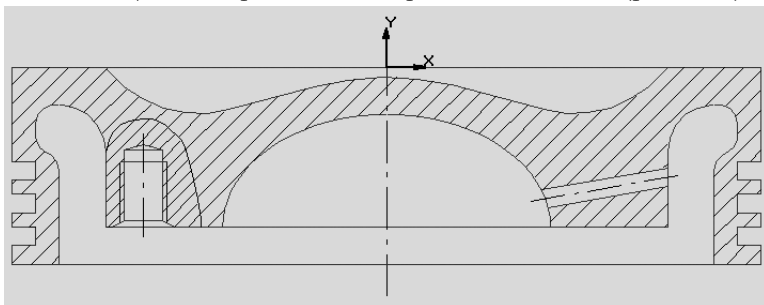

Рис. 4.55
11. Штриховка. На панели управления нажмите кнопку (Показать все), а на инструментальной панели – кнопку (Штриховка). В строке параметров в окне **st** (поле Шаг штриховки) введите **2** и нажмите клавишу **Enter**, а в окне **an** (поле Угол наклона штриховки) введите **45** и снова нажмите **Enter**. Убедитесь, что вид штриховки соответствует металлу. После этого установите курсор внутрь области местного обрыва, щелкните мышью и нажмите кнопку (Создать объект). Штриховка местного обрыва построена. Установите другие параметры штриховки: Шаг штриховки **3**, Угол наклона **45**. Щелкните мышью в местах предполагаемой штриховки и нажмите кнопку (Создать объект). Геометрическое построение закончено (рис. 4.55).